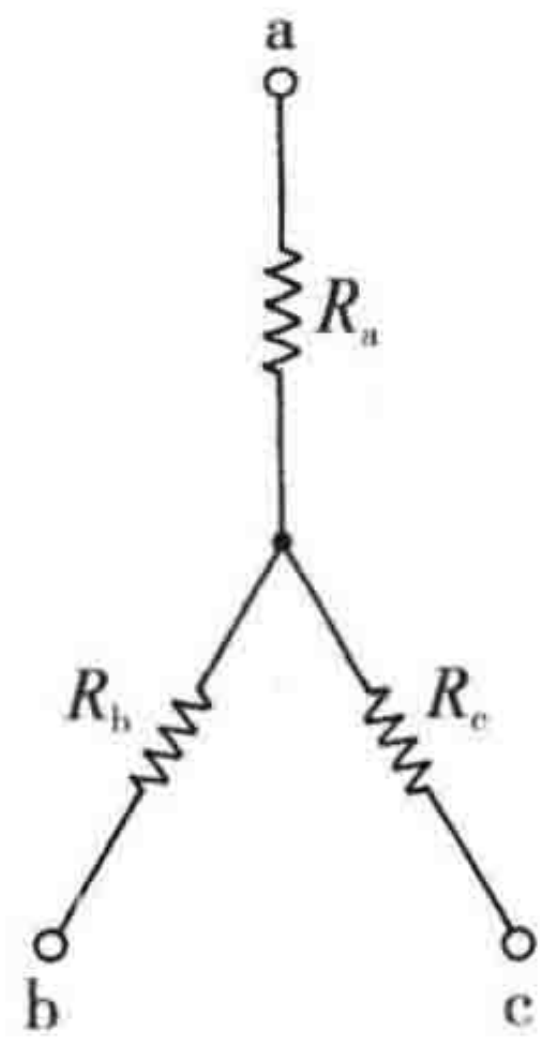

图 P-1
三角形转换为星形（见图 P-1）：
- 1. 图 P-1 所示电路中， $R_a$  是  $6000\ \Omega$ ， $R_b$  是  $2000\ \Omega$ ， $R_c$  是  $3000\ \Omega$ 。 $R_y$  的值是多少？